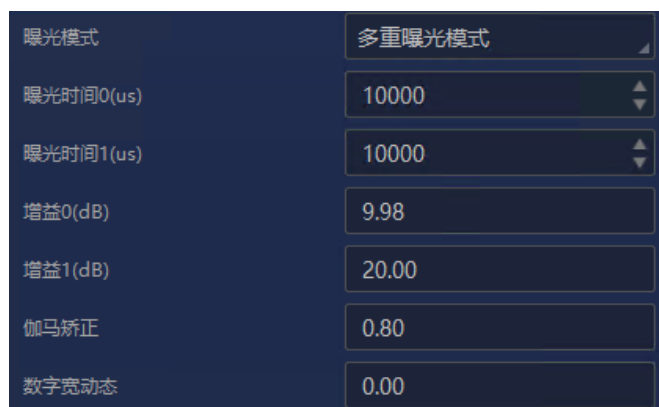

图5-6 多重曝光模式
- **多重曝光模式**：可设置伽马矫正大小和数字宽动态，并分别自行设置两组曝光和模拟增益大小，如**图 5-6**所示。设备内部将根据设置的参数值自动轮询获取设定曝光的图像，融合后进行输出。